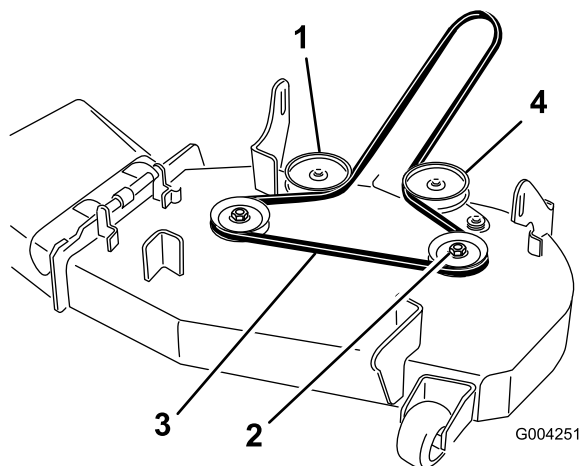
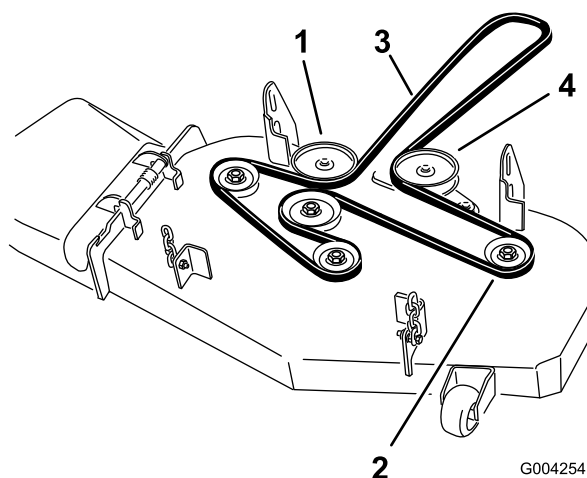

Figura 44
Figura 45
5. Tirate il braccio di rinvio per allentare la tensione della cinghia sulla puleggia del fusello sinistro (Figura 44 o Figura 45).
7. Installate la nuova cinghia attorno alle pulegge (Figura 44 o Figura 45).